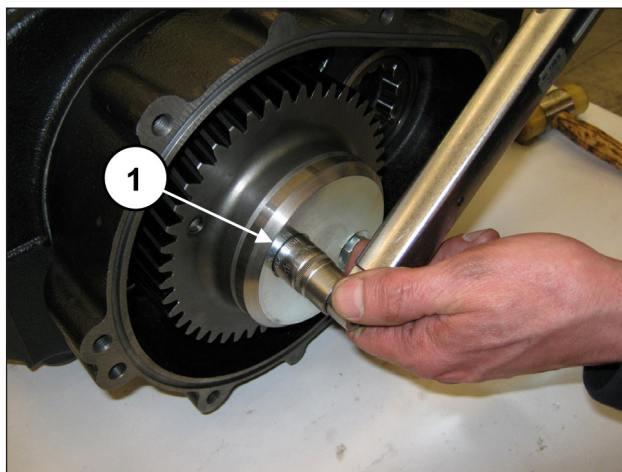

Fig. 77
Tarare le viti con chiave dinamometrica come indicato nel capitolo 3 (pos. ①, Fig. 77).